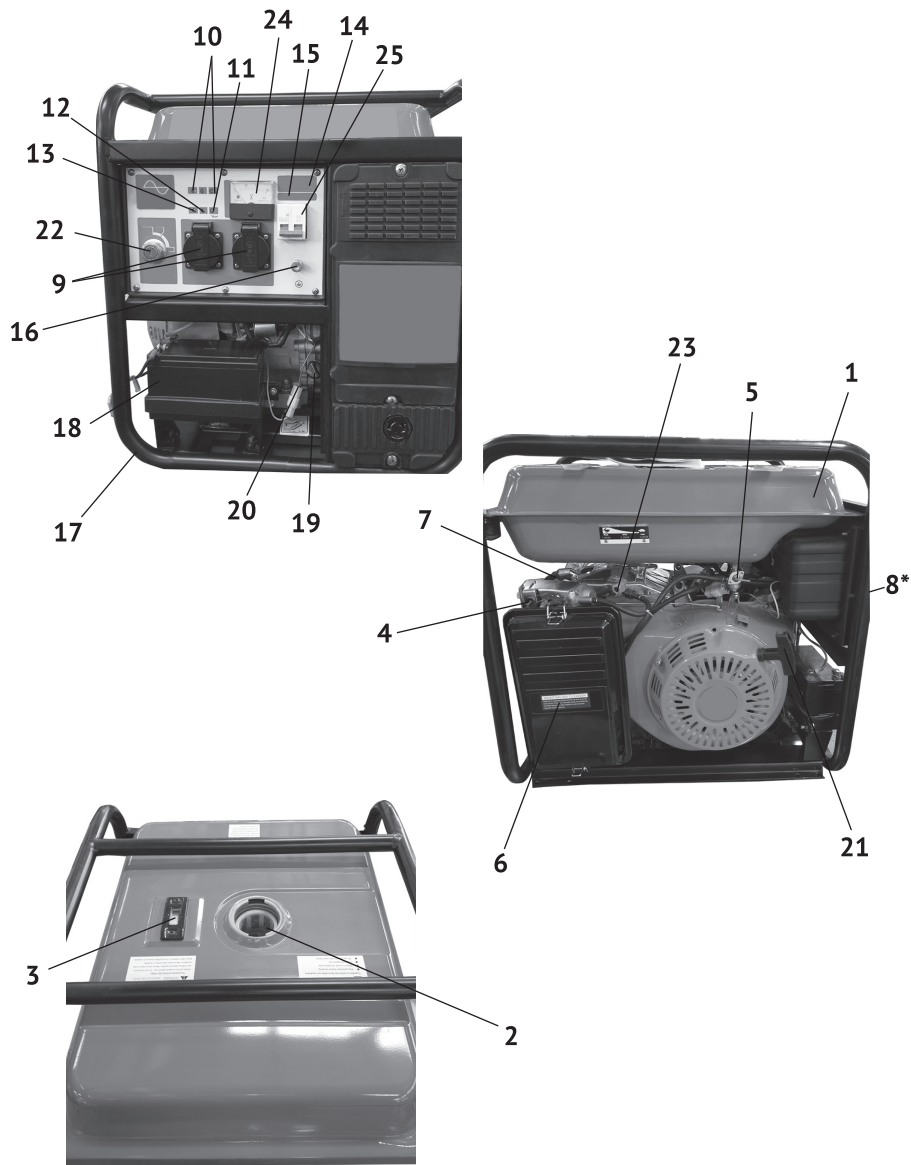

рис.1
Коленчатый вал, приводимый во вращение возвратно-поступательными движениями поршня двигателя, передаёт крутящий момент на вал якоря генератора. Передача осуществляется через коническое сопряжение ротора генератора и вала двигателя. При этом образуется самоцентрирующаяся трёхопорная схема соединения. С обмоток статора генератора напряжение подводится: через систему стабилизации на розетки переменного тока 220В (рис.1 поз.9) или через выпрямительный блок на розетку постоянного тока (рис.1 поз.14). Инверторный преобразователь позволяет бензогенератору выдавать энергию с максимально стабильными параметрами, что позволяет использовать его для питания чувствительных электроприборов и электроники.
2.4 Общий вид бензогенератора представлен на рис.1
3.2 Бензогенератор оснащён одноцилиндровым четырёхтактным двигателем внутреннего сгорания с верхним расположением клапанов и нижним расположением коленчатого вала. Верхнее расположение клапанов снижает теплонапряжённость двигателя. При этом достигается более высокая выходная мощность в меньшем рабочем объёме при эффективном сгорании топлива. Двигатель имеет карбюраторную систему питания. Смазка осуществляется разбрызгиванием масла в картере. Пуск двигателя осуществляется или ручным тросовым возвратным стартером (рис.1 поз.21) или ключом замка зажигания (рис.1 поз.22) электрического стартера.
3.4 Двигатель и генератор закреплены на трубчатой раме (рис.1 поз.17) через амортизаторы, что снижает вибрацию аппарата и уменьшает уровень шума при работе. Все элементы бензогенератора имеют удобный доступ для обслуживания и ремонта.
4.2.3 Обеспечение требований электробезопасности: эксплуатация бензогенератора должна производиться в строгом соответствии с требованиями «Правил техники электробезопасности при эксплуатации электроустановок». Электрическая сеть подключения потребителей относится к системе с изолированной нейтралью, предусматривающей защитное заземление открытых токопроводящих частей корпуса. В зависимости от местных условий (состав грунта, его влажность и т.п.) изменяется качество заземления. Во всех случаях защитное заземление должно иметь сопротивление не более 4-х Ом. Во время работы бензогенератора его клемма заземления (рис.1 поз.16) должна быть подсоединена к заземлителю. Практически это требование может быть реализовано следующими способами:
Выкрутите пробку-щуп (рис.1 поз.19) из маслозаливной горловины и залейте в картер масло необходимой марки до нижнего края горловины, как показано на рис.2. Вставьте сухой чистый щуп в горловину картера и выньте его. Проверьте уровень масла: граница смоченной области щупа должна располагаться между отметками минимального и максимального уровней.
При выборе масла руководствуйтесь требованиями эксплуатационной документации и указаниями по применению конкретного типа масла его производителем. При уровне масла ниже минимально допустимого загорается индикатор (рис.1 поз.11) на панели управления и срабатывает блокировка двигателя при включении зажигания.
Открутите крышку топливного бака (рис.1 поз.1). Заливайте бензин в топливный бак не более чем на 1 см ниже уровня основания заливной горловины (рис.1 поз.2). Перед запуском двигателя тщательно протрите крышку бензобака, удалив возможные при заправке брызги топлива.
6.1.1 Отключить всех потребителей переменного и постоянного тока от генератора. Перевести автоматический выключатель (рис.1 поз.25) в положение «ВыКЛ».
- перевести замок зажигания (рис.1 поз.22) в положение «ВКЛ»;
- открыть топливный кран (рис.1 поз.5);
- вытянуть на себя рычаг воздушной заслонки (рис.1 поз.4) в положение «закрыто» при пуске холодного двигателя (для прогретого двигателя рычаг устанавливается в промежуточном положении);
- резко, с усилием потяните рукоятку стартёра (рис.1 поз.21) до упора, повторите действие ещё раз, если двигатель не завёлся.
- включение двигателя электрическим стартёром производится поворотом ключа замка зажигания (рис.1 поз.22) в положение «ПУСК». Поверните ключ и удерживайте, пока двигатель не заведётся. Не удерживайте ключ электростартёра более 5 сек. Если двигатель не запустился: отпустите ключ зажигания, до возврата в положение «ВКЛ.», выждите 10 сек., затем снова переведите в положение «ПУСК». После запуска двигателя отпустите ключ зажигания для обеспечения его самовозврата в среднее положение «ВКЛ.».
- перевести тумблер автоматического выключателя (рис.1 поз.25) в положение «ВыКЛ.»;